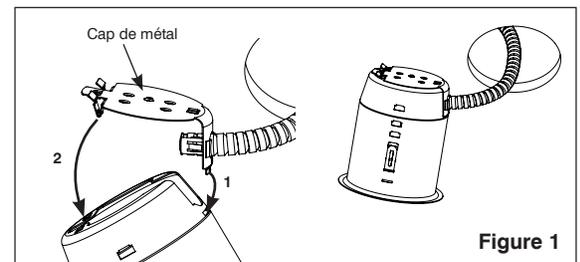

Figure 1
- Fixer le cap de métal sur le pot en vérifiant qu'il soit bien enclencher. (voir figure 1)